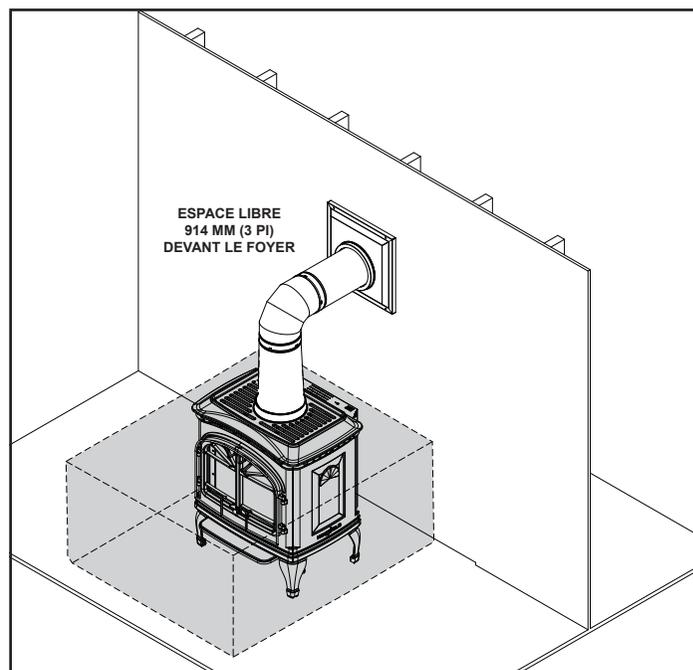

Figure 3.1 Espace libre
**AVERTISSEMENT ! NE PAS placer d'objets combustibles devant le foyer ou bloquer les aérateurs à lames. Des températures élevées peuvent allumer un incendie. Voir la Figure 3.1.**
Ne placez pas de bougie ou d'autres objets sensibles à la chaleur sur le dessus de l'appareil ou dans son dégagement. Voir la figure 3.1. La chaleur peut endommager ces objets. Consultez le manuel d'installation de l'appareil pour plus de détails.